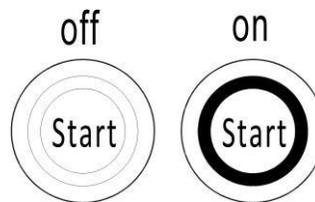

Fig. 8: Botões interruptores
Puxe o botão de emergência (fig. 1, 20), pressione o botão, uma luz verde irá aparecer no interruptor (fig. 8), digite a senha no painel de código pin e pressione o botão ✓ para ligar a empilhadeira. O equipamento pode ser ligado com o cartão de acesso RFID.
Sempre abaixe os garfos por completo. Pressione o botão, a luz verde desliga (fig. 8), e pressione o botão de emergência (20).